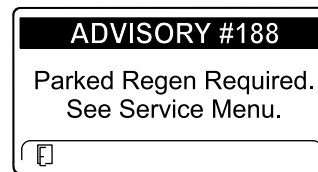

Figure 48
- ADVISORY #188 (avis n° 188), demande de régénération en stationnement, affiché (Figure 48)